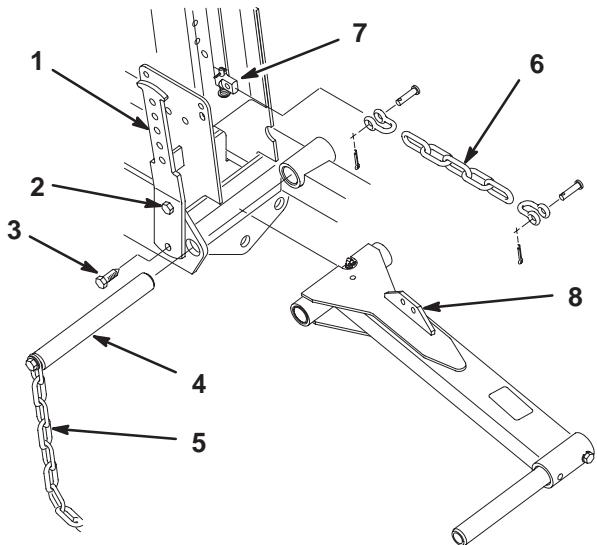

Figure 7
- Desserrez la vis supérieure de fixation du bras d'équilibrage gauche au bâti (Fig. 7).
- Retirez la vis inférieure et l'écrou de fixation du bras d'équilibrage gauche au bâti (Fig. 7).
- Tournez le bras d'équilibrage vers l'extérieur pour permettre le retrait de l'axe de pivot du bras de relevage et de la chaîne de basculement (Fig. 7).
- Placez le bras de relevage entre les longerons du bâti, alignez les trous de fixation et insérez l'axe de pivot (Fig. 7). Insérez l'axe de pivot de sorte que le bras d'équilibrage s'engage dans la fente de l'axe. Ne fixez pas le bras d'équilibrage à ce stade.